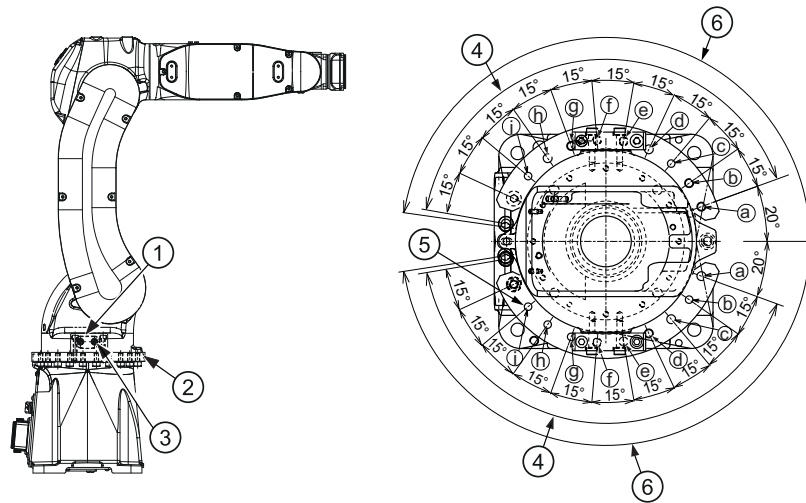

Fig. 6-4: Componentes do limitador do eixo S
- O batente pode ser montado a distâncias de 15° . Para evitar distúrbios mecânicos devido a sobreposições do batente (p. ex., $\pm 30^\circ$, $\pm 150^\circ$), instale o batente mecânico, conforme apresentado na Tabela Fig. 6-4: "Componentes do limitador do eixo S" que se segue.